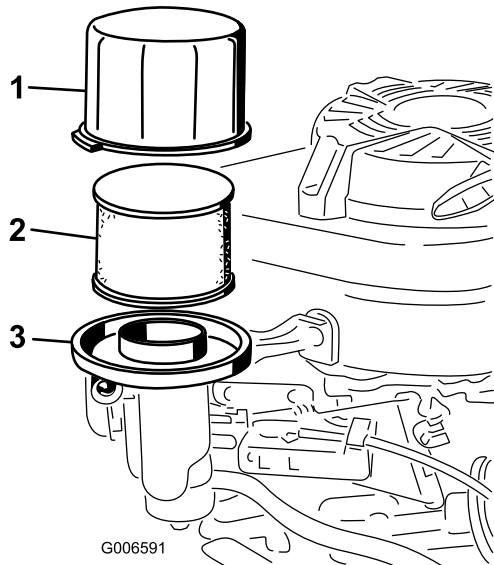

Bild 24
3. Entfernen Sie die Abdeckung und reinigen Sie sie gründlich (Bild 24).
4. Nehmen Sie den Schaumvorfilter aus dem Papierfilter (Bild 24) und tauschen ihn aus, wenn er zu stark verschmutzt ist.